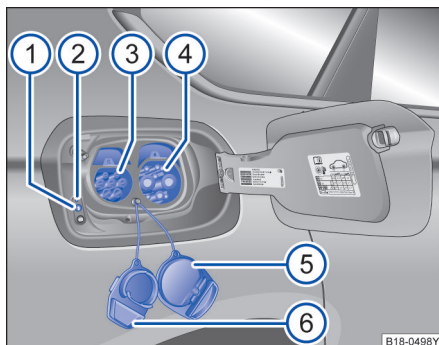

图 126 充电插座
→ 图 126 的图例：
- 若成功连接，则→图 126 ② 充电状态指示灯亮黄色，组合仪表的显示屏中出现指示灯.